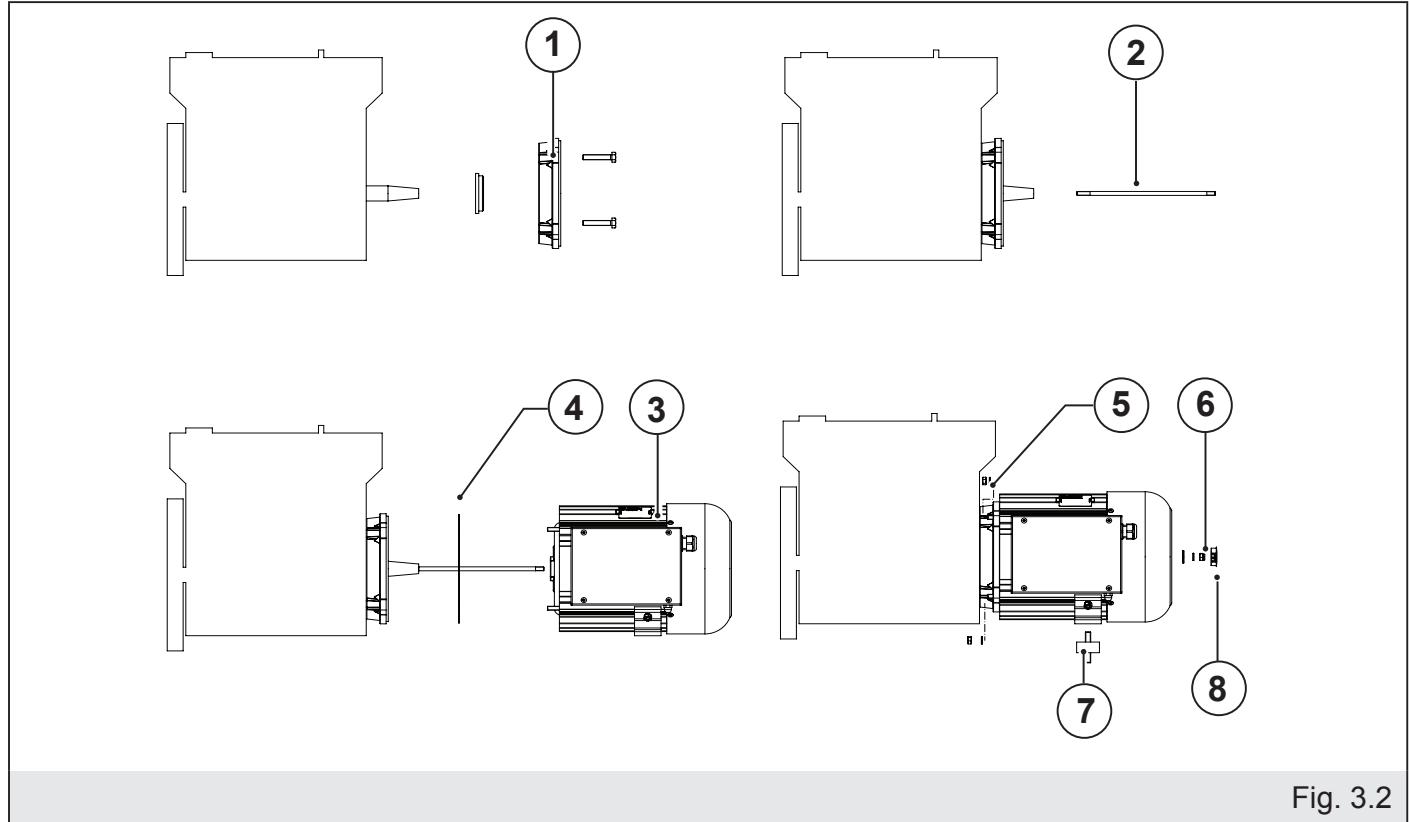

Fig. 3.2
- Fissare lo scudo anteriore (1 fig. 3.2) al motore mediante l'apposita flangiatura presente su di esso. Attenzione: la bulloneria non è inclusa nell'imballo. Si consiglia bulloneria a basso ingombro.
- Applicare il tirante (2) per il fissaggio assiale del rotore avvitandolo sulla sporgenza dell'albero motore.
- Assemblare l'alternatore (3) allo scudo (1) ponendo attenzione ad intraporre correttamente la guar-
- Fix the self-locking nut (2) on the tie-rod (4). Use a tightening torque equal to 20-25Nm.
- Fix the D.E. shield (1 fig. 3.2) to the engine. Pay attention: bolts aren't enclosed into generator package. Reduced dimensions bolts use is recommended.
- Apply the tie rod (2) that anchors the rotor by screwing it into the external section of the engine shaft.
- Assemble the generator (3) to the shield (1). Pay attention to the gasket (4): assemble it between the
- nizione (4) tra cassa e scudo. Centrare i prigionieri nelle apposite asole sullo scudo.
- Fissare il generatore (3) allo scudo (1) mediante dadi e rondelle (5) svitate precedentemente. Bloccare assialmente il rotore avvitando l'apposito dado autobloccante (6) sul tirante (2). Utilizzare una coppia di serraggio pari a 20-25Nm.